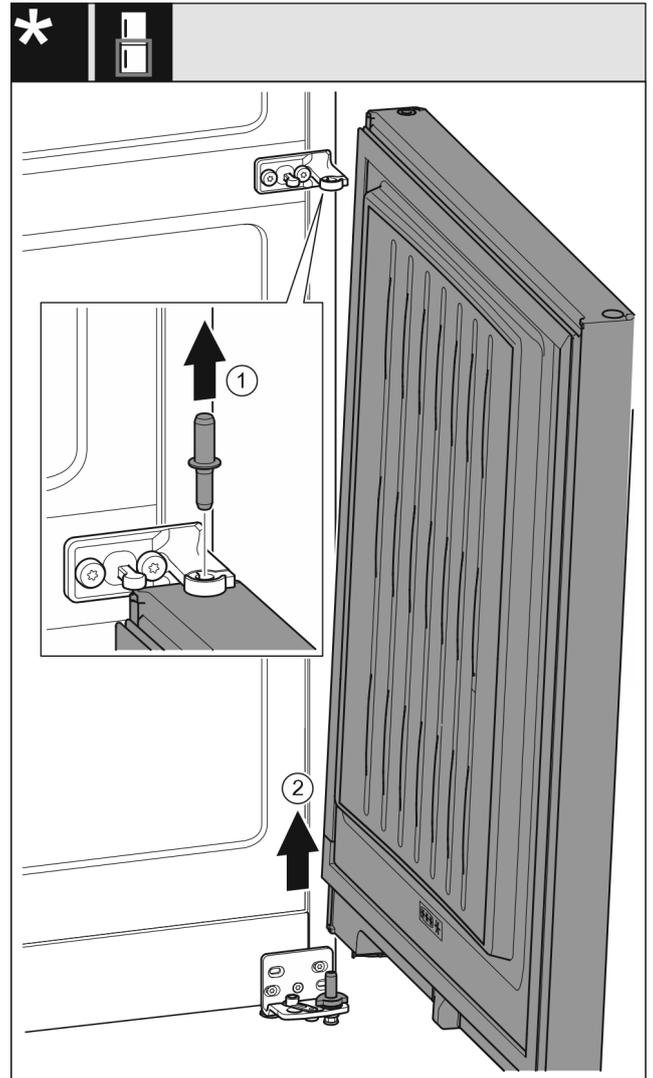

Fig. 7
- ▶ Sortir le boulon par le haut. Fig. 7 (1)
- ▶ Faire pivoter la porte vers l'extérieur, la tirer vers le haut et la mettre de côté. Fig. 7 (2)